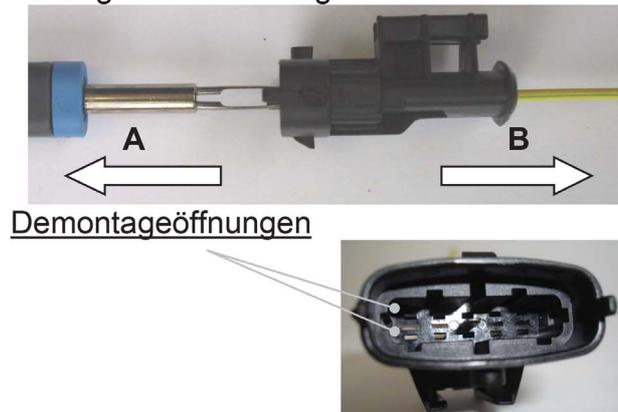

Abb. 3: Demontage der Kontakte
- Press the terminal forward by slightly pushing the cable in direction "A" (Fig.3).
- Insert the extracting tool forward in direction "B" into the extraction holes as far as the stop (Fig.3).
- Kontakt durch Schieben am Kabel etwas nach vorne in Richtung "A" drücken (Abb.3).
- Demontagewerkzeug in die Demontageöffnung bis zum Anschlag in Richtung "B" einführen (Abb.3).